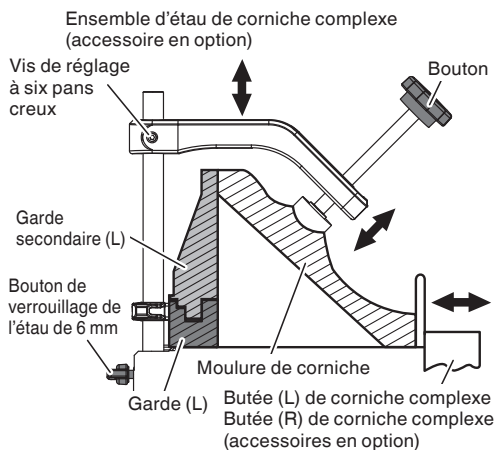

Fig. 33-b
- (2) Positionner la corniche complexe de manière que le BORD DE CONTACT DE MUR soit contre la garde secondaire et que le BORD DE CONTACT DE PLAFOND soit contre les butées d corniche complexe, comme le montre la Fig. 33-b.